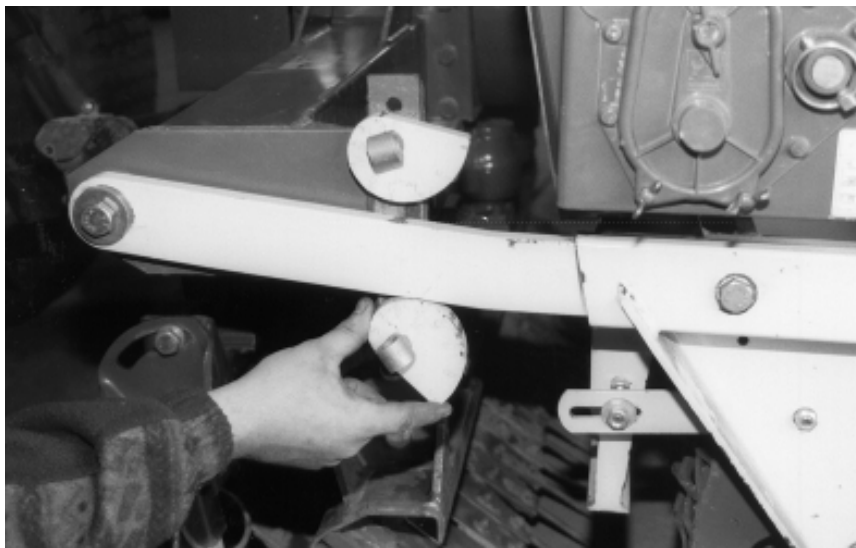

Bild 22
- Vrid på de undre excenterna tills stödstångarna är blockerade (bild 22/1).